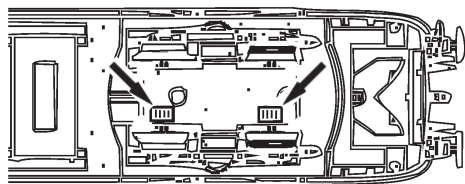

Fig. 6
**1. Reinigung der Radstromkontakte:** Radstromkontakte können auf unsauberen Schienen leicht verschmutzen. Entfernen Sie **vorsichtig** mit einem kleinen Pinsel **den Schmutz** an den in Fig. 6 gekennzeichneten Stellen.
**1. Cleaning of wheel contacts:** Wheel contacts easily get dirty on tracks which are not entirely clean. Use a small brush to **remove dirt** from spots marked in fig. 6.